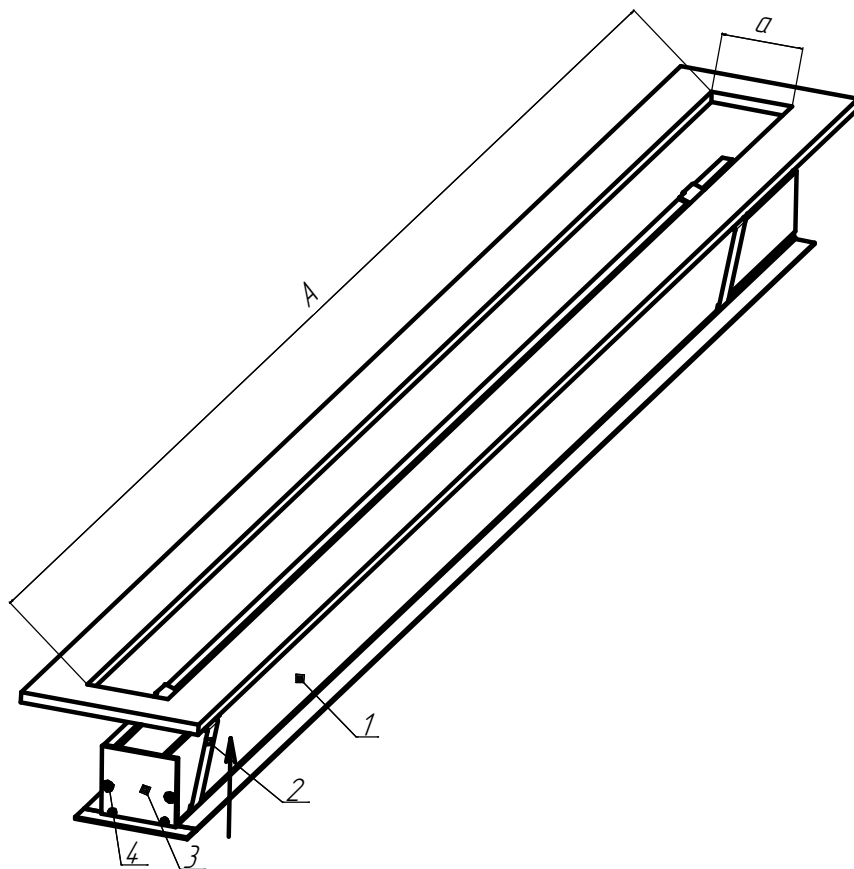

Рисунок 4 - Схема установки светильников в потолок
5.3.2 При установки одиночного светильника в потолок необходимо установить крышки торцевые ЛВО02 (заказываются отдельно) (см. рисунок 4). Провести сетевые провода через проходной изолятор, установленный в торцевой крышке и подключить светильник к сети (см. рисунок 9). В светильниках с БАП выньте панель в сборе и подключите провода батарейки к блоку аварийного питания.